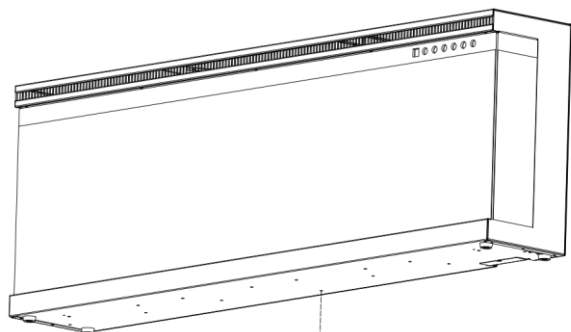

Fig 1-1
A. Verwijder de zilveren schroef aan de onderkant van het apparaat. (Afb. 1-1).